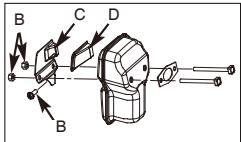

Fig. 17B
2. Fjern de 2 skruene som holder dekslet (C). (Fig. 17B)
3. Kast den brukte gnistfangen (D) og skift den ut med en ny.